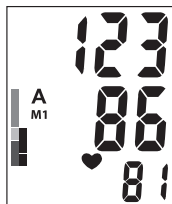
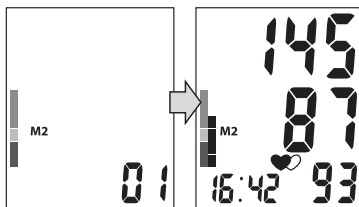

Рис. 6
Рис. 7
3. Передивитись зміст пам'яті приладу Ви можете, натиснувши кнопку MEMORY I чи II. При першому натисканні кнопки MEMORY I чи II на екрані з'явиться середнє значення трьох останніх вимірювань, які зберігаються в пам'яті I (II) (рис. 6). При подальшому натисканні кнопки MEMORY I (чи II) на екрані короткочасно відобразиться індекс «M1» (чи II) і номер ячейки пам'яті, а через секунду з'явиться її зміст (рис. 7).